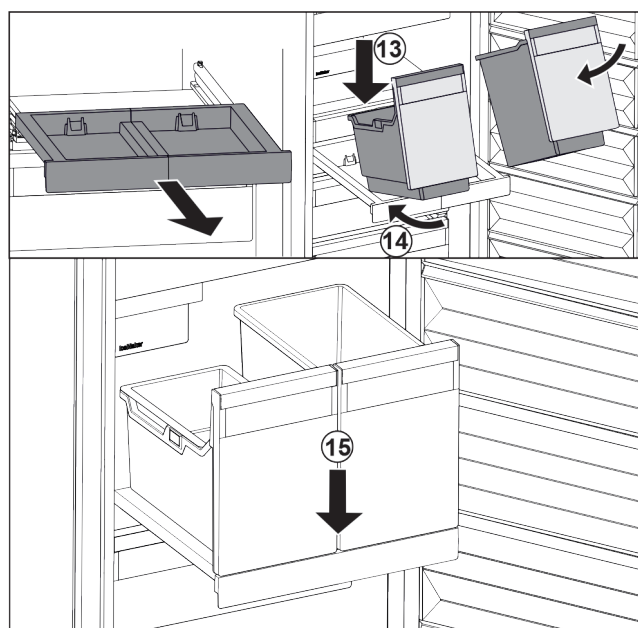

Fig. 24
- ▶ Asetage anum kaldu väljatõmbetahvlile. Fig. 24 (13)
- ▶ Lükake anum kaldu tahapoole sisse. Fig. 24 (14)
- ▶ Pange anum ees maha. Fig. 24 (15)